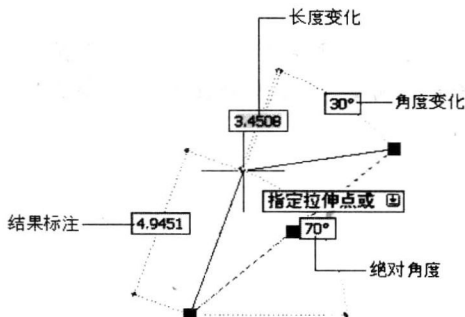

图 1-3
(1) 使用动态输入功能, 可以在工具栏提示中输入坐标值, 而不必在命令行中进行输入。光标旁边显示的工具栏提示信息将随着光标的移动而动态更新。当某个命令处于活动状态时, 可以在工具栏提示中输入值, 动态输入不会取代命令窗口, 如图 1-3 所示。